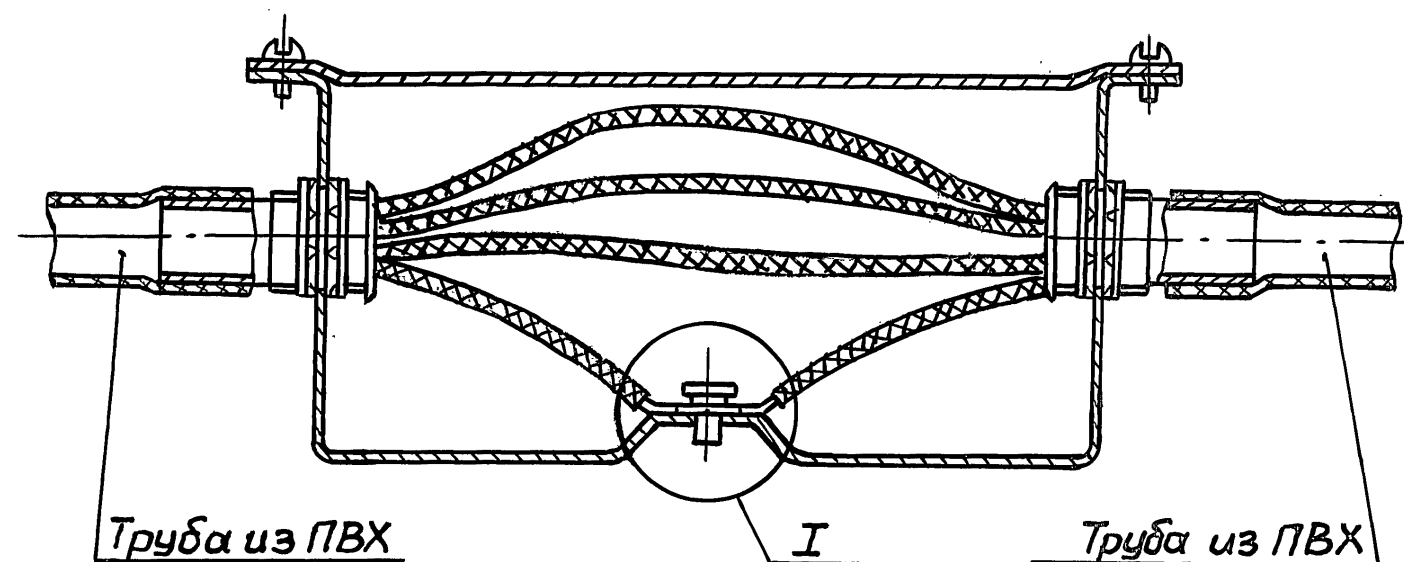
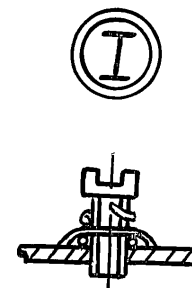

Рис.1
Рис.2
1. В случае, если в трубе из ПВХ кроме фазных прокладывается также нулевой рабочий или нулевой защитный (заземляющий) провод, то зануление (заземление) корпуса коробки выполняется „шлейфом” этого проводника (см. рис.2) или отпайкой от него к зажиму заземления внутри корпуса (см. рис.1).